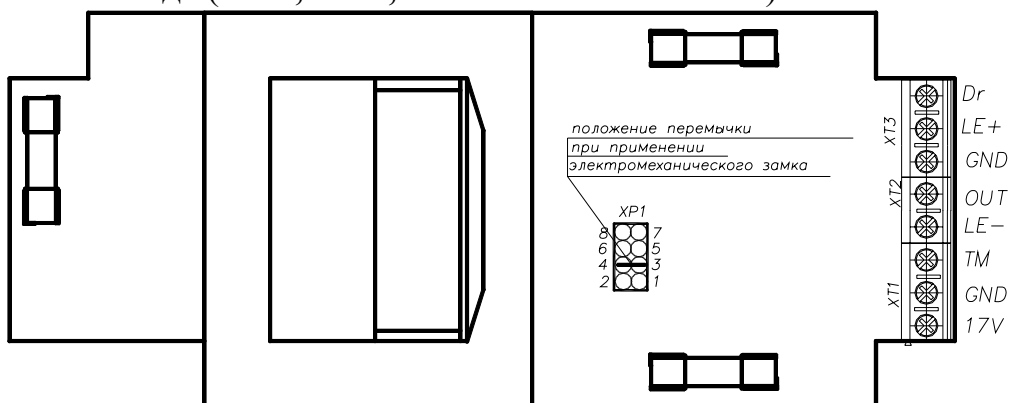

Рис.1 Установка перемычки электромеханического замка
- питания электромагнитных замков ME-300, ME-400 или аналогичных. Изделие может работать с электромеханическим замком. Для этого надо установить джампер на разъём контроллера в соответствии с рис.1.
- замок, открываемый как подачей (электромеханический), так и снятием напряжения (ME-300, ME-400). Установка электромеханического замка осуществляется с помощью перемычки на печатной плате контроллера (см.рис.1);
- Установить перемычку, входящую в состав комплекта поставки контроллера в положение 1-2 (см.рис.1);